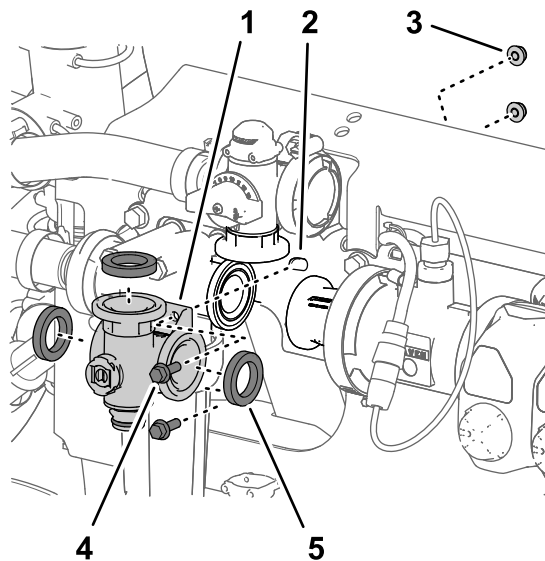

図 107
3. 攪拌バルブマニホールドをバルブサポートに固定しているフランジヘッドボルト $\frac{1}{4} \times \frac{3}{4}$ " 2本とフランジロックナット $\frac{1}{4}$ " 2個を取り外す 図 107。
4. 機体から攪拌バルブマニホールドとガasketを取り外す 図 107。